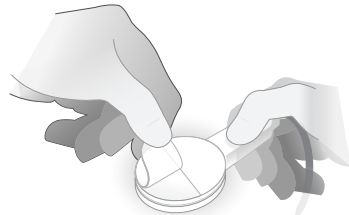

Abbildung 3-3: Die Schutzfolie entfernen
4. Die Schutzfolie vom Sensor entfernen, um die Klebeschicht freizulegen (siehe Abbildung 3-3). Den Sensor beim Abziehen der Schutzfolie nicht verbiegen.